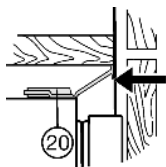

Fig. 16
▶ Se necessário, ajustar o perfil de nivelamento Fig. 16 (20) paralelamente ao tecto do armário, deslocando o mesmo. O perfil de nivelamento não pode ficar projectado.